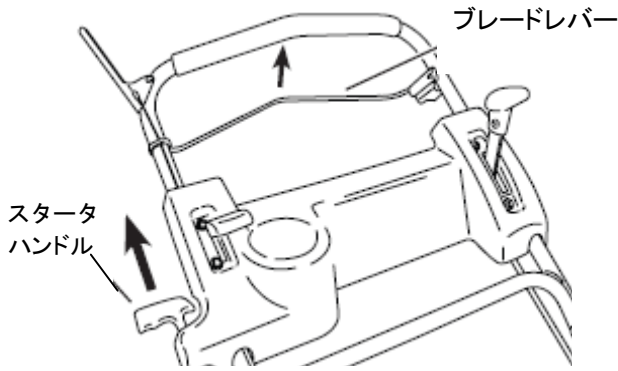

図 4-4
① エンジンおよびブレード
2. 右足で芝刈機の後車輪をしっかり押えつけ、スターターハンドルを抵抗(圧縮圧力)が感じるまでゆっくりと引きます。そこからスターターハンドルを勢い良く引いてエンジンを始動させます。(図 4-4)